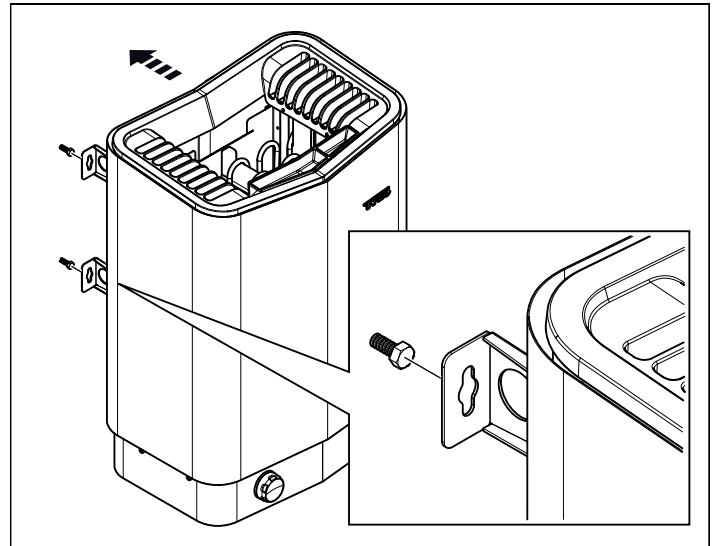

Рисунок 10: Подвесьте устройство.
8. Закрепите устройство за винты см. Рисунок 10.